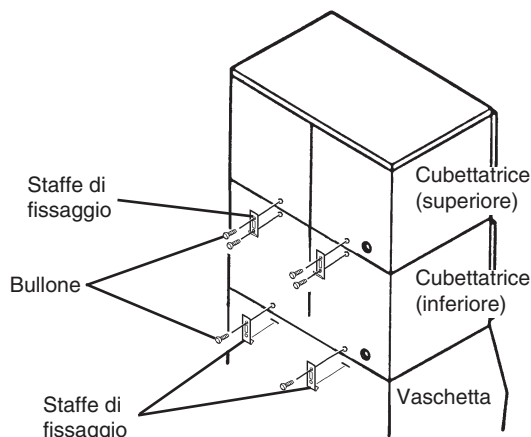

Fig. 4
5. Sovrapposizione di due cubettatrici: vedere Fig. 4 e 5